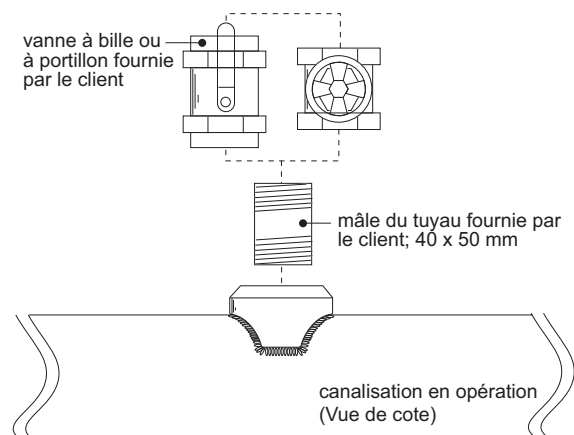

Fig. 2
- B. Installer le raccord mâle du tuyau et la vanne d' isolation (vanne à bille ou à portillon) sur l' embout externe du tuyau en utilisant du liant d' étanchéité sur les filetages. (Fig. 2)